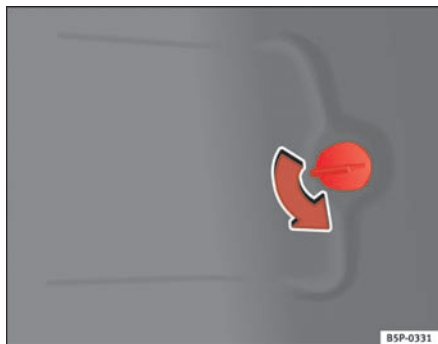

Fig. 195 Baglygter på karrosseriet
- Åbn afdækningen i bagagerummets sidedel ⇒ fig. 195.